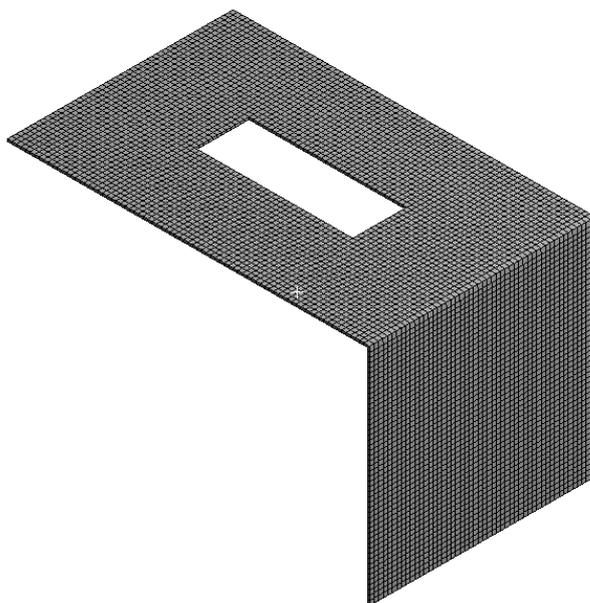

Рис. 14. Генерация сеточной модели
12.4. Нажимаем ПКМ на **Mesh** и выбираем **Generate mesh**. Готовая сеточная модель представлена на рис. 14. Закрываем окно блока **Model**.